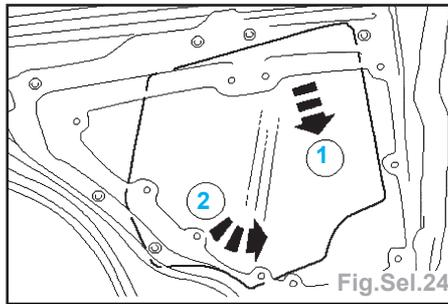

Fig.Sel.24
- Positionner la vitre de porte arrière dans l'ouverture du panneau intérieur de porte (Fig.Sel.24) :